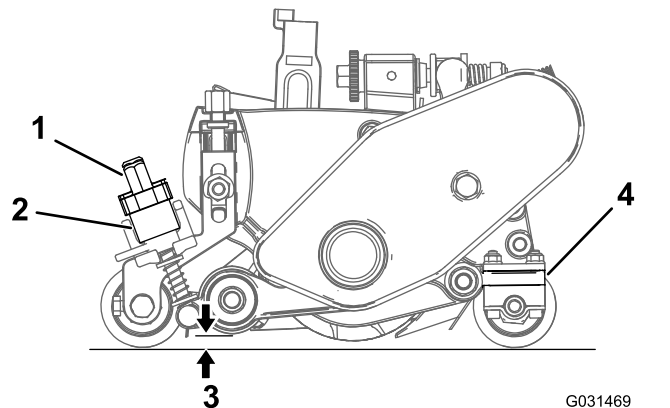

Bild 26
- A. Drehen Sie die Expresshubhebel (Bild 26) in die EINSATZ-Stellung (Griff zeigt zur Vorderseite der Schneideinheit).
- B. Messen Sie am Ende der Groomerspindel den Abstand von der niedrigsten Spitze des Groomermessers bis zur Arbeitsoberfläche (Bild 26). Drehen Sie das Handrad zur Höheneinstellung (Bild 26), um die Groomer-Messerspitze auf die